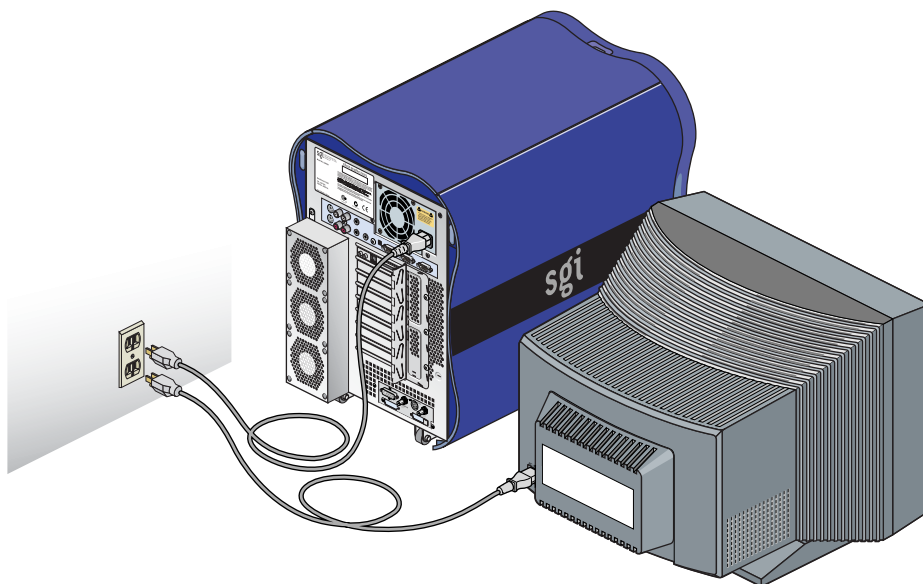

図 1-8 ワークステーション電源ケーブルおよびモニタ電源ケーブルの接続
4. 電源ケーブルをワークステーションおよびモニタに接続します。続いて、定格の電気コンセントに電源ケーブルのプラグを差込みます (図 1-8 を参照)。